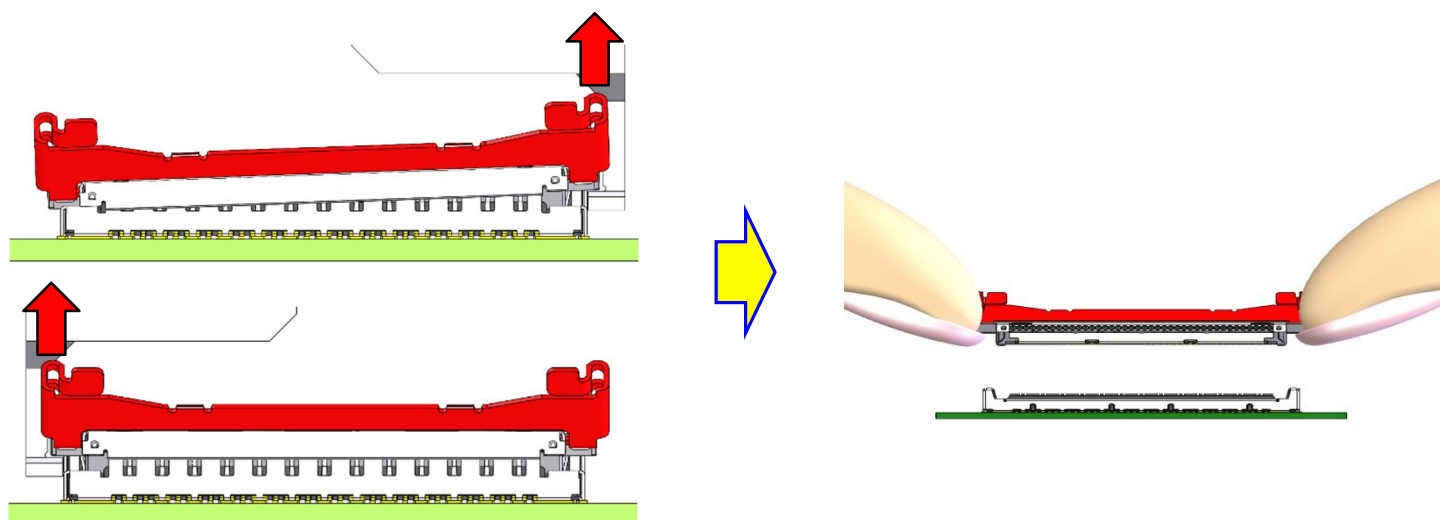

图.22
- ⑤ 垂直于基板提起治具，逐一抬起连接器两端并拔出。(图. 22)